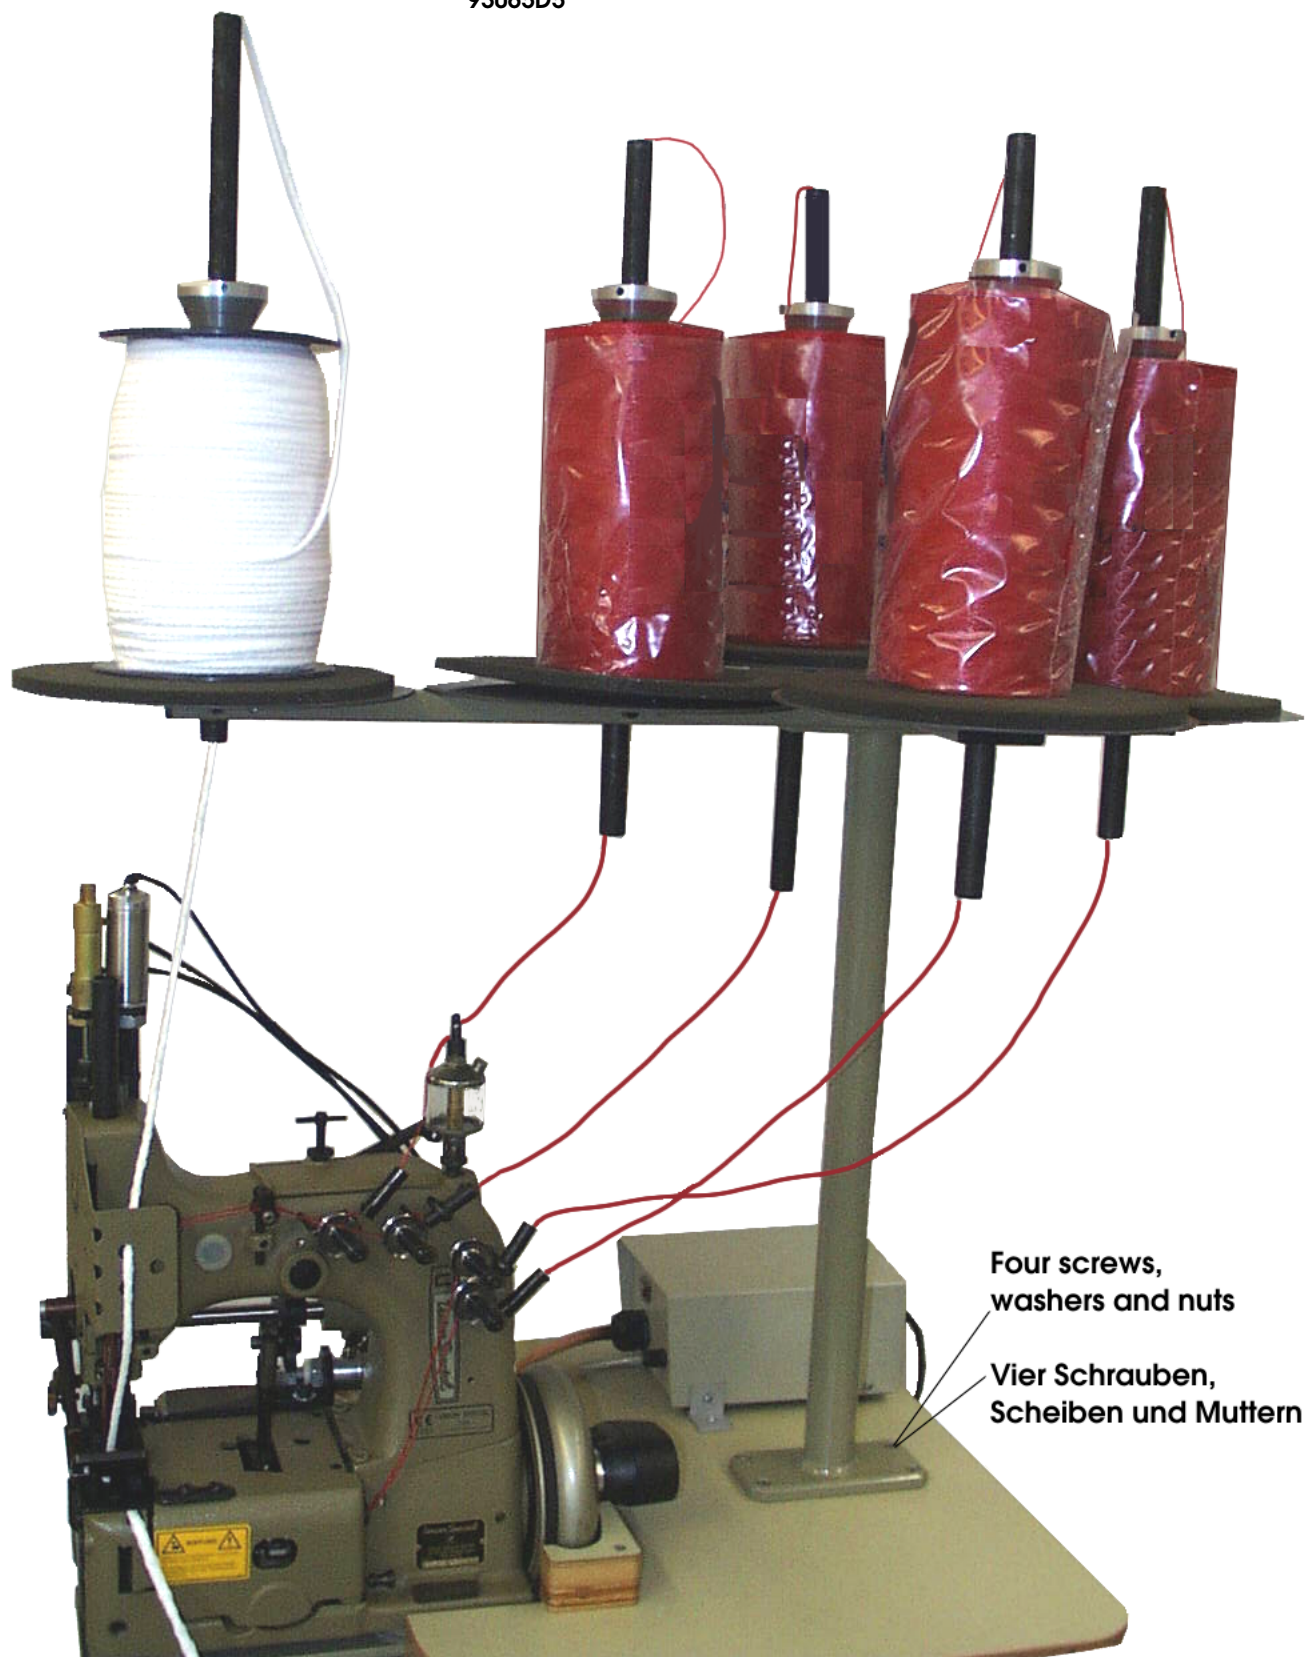

Fig. 3
12. Mount the thread stand base with four screws on the right side of the table board and assemble the thread stand as shown in Fig. 3, see also pages 76 to 77.
12. Montieren Sie den Fadenständerfuß mit vier Schrauben auf die rechte Seite der Nähtischplatte, und bauen Sie den Fadenständer wie in Fig. 3 gezeigt zusammen, siehe auch Seiten 76 bis 77.